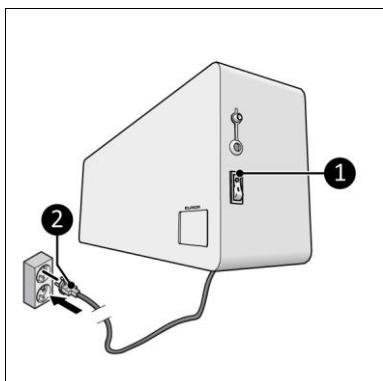

Figure 10
- Assurez-vous que le commutateur ON/OFF est en position OFF (figure 10, pos. 1).
- Insérez la fiche d'alimentation (fig. 10, pos. 2) dans une prise de courant mise à la terre et facilement accessible. Utilisez une prise murale mise à la terre d'une puissance minimale de 2000 watts.